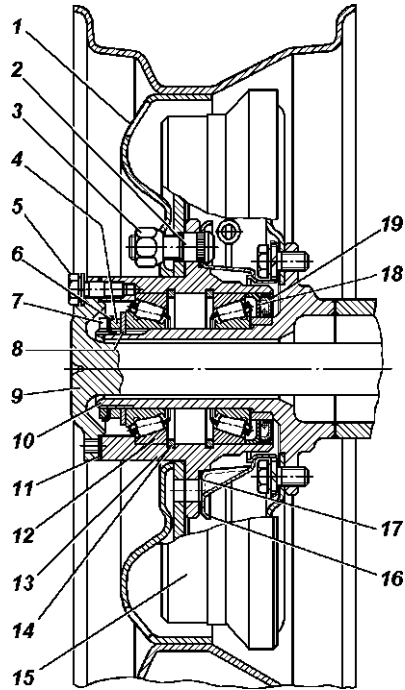

Рис. 9.18. Ступица заднего колеса:
2. Выньте полуось 9 (рис. 9.18) у заднего моста или снимите муфту отключения колес у переднего моста.